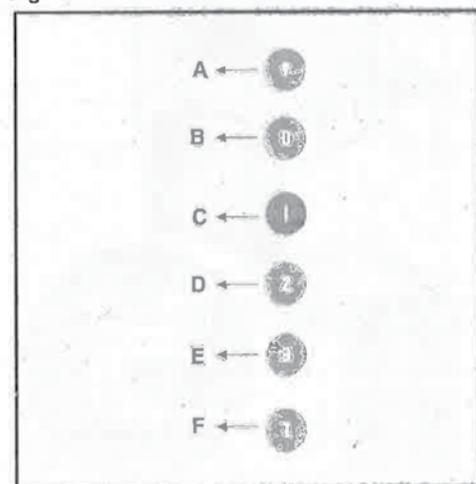

Fig.14
• **COMANDI:** - **LUMINOSI** (Fig.14) la simbologia è di seguito riportata: